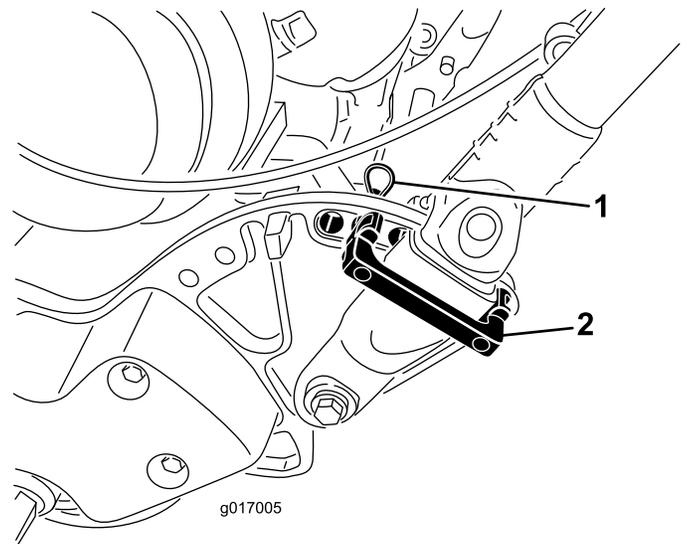

图27
1. 从机器两侧的手柄卡环上卸下发卡销图27。
- 当撑住手柄时取下两侧的发卡销然后将手柄旋转到所需的操作位置 图27。